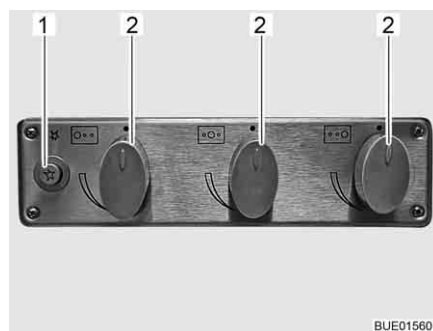

Fig. 168 Elementos de mando para la cocina de gas
- Girar el regulador giratorio (Fig. 168,2) correspondiente al quemador deseado a la posición de encendido (llama alta).
- Pulsar el pulsador (Fig. 168,1).